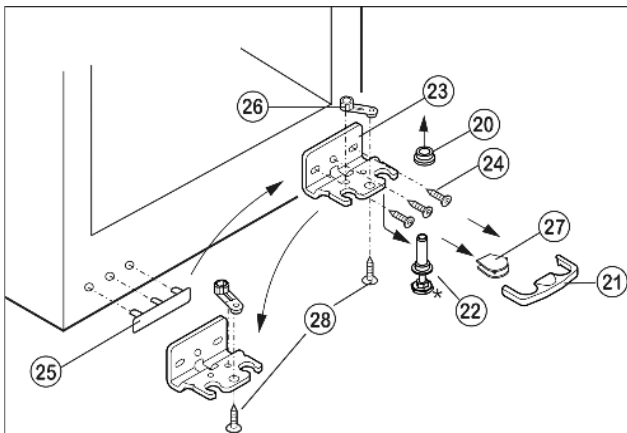

Fig. 5
- ▶ Предохранитель Fig. 5 (21) снимите движением вперед.
- ▶ Снимите крышку Fig. 5 (27).*
- ▶ Полностью поверните регулирующую опору Fig. 5 (22).
- ▶ Вытяните опорный палец Fig. 5 (22) вниз и вперед. При этом следите за гнездом шарнира Fig. 5 (20).
- ▶ Открутите опорный кронштейн Fig. 5 (23)(3 шт. Torx 25) Fig. 5 (24).
- ▶ Открутите опорную деталь Fig. 5 (26)(1 Torx 25) Fig. 5 (28) и, переставив в отверстие на противоположной стороне опорного кронштейна, снова прикрутите.
- ▶ Осторожно приподнимите и переставьте крышку Fig. 5 (25) со стороны ручки.
- ▶ Снова прикрутите опорный кронштейн Fig. 5 (23) на новой стороне шарнира, при необходимости с помощью аккумуляторного шуруповерта с усилием 4 Нм.
- ▶ Установите крышку Fig. 5 (27) на противоположной стороне.*
- ▶ Предохранитель (21) нужно зафиксировать сбоку на кронштейне, чтобы опорный палец и двери были защищены от выпадения.
- ▶ Снова защелкните предохранитель (21) на опорном кронштейне.
- ▶ Наденьте гнездо шарнира Fig. 5 (20).
- ▶ Установите дверцу сверху на нижний опорный палец Fig. 5 (22).
- ▶ При необходимости выровняйте дверцы через два продольных паза в нижнем опорном кронштейне *Fig. 5 (23)* параллельно корпусу устройства. Для этого выкрутите средний винт.